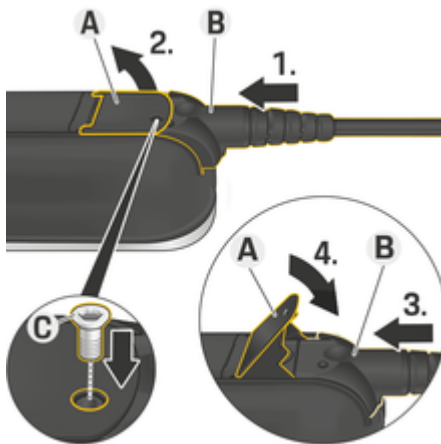

Рис. 16: Закрепление кабеля и фиксация штекера
- ✓ Рычаг **А** (Рис. 16) закрыт.
1. Вставьте штекер **В** (Рис. 16) в панель управления до появления первого сопротивления.
2. Поднимите рычаг **А** (Рис. 16).
3. Вставьте штекер **В** (Рис. 16) до конца.
4. Опустите рычаг **А** (Рис. 16).
5. Закрепите штекер **В** (Рис. 16) винтом **С** (Рис. 16) на панели управления.